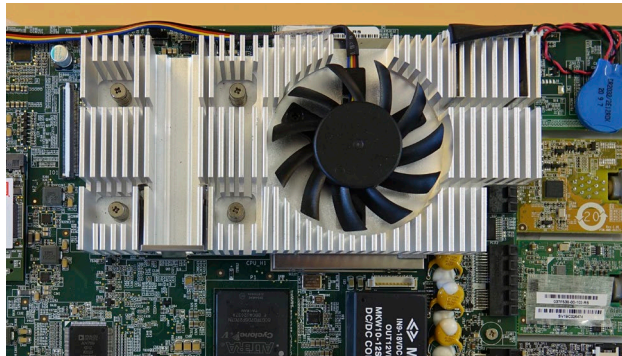

Figura 25 Installare la ventola
- e) **Installare la nuova ventola con il cavo rivolto verso il bordo superiore dell'unità display (Figura 25)**